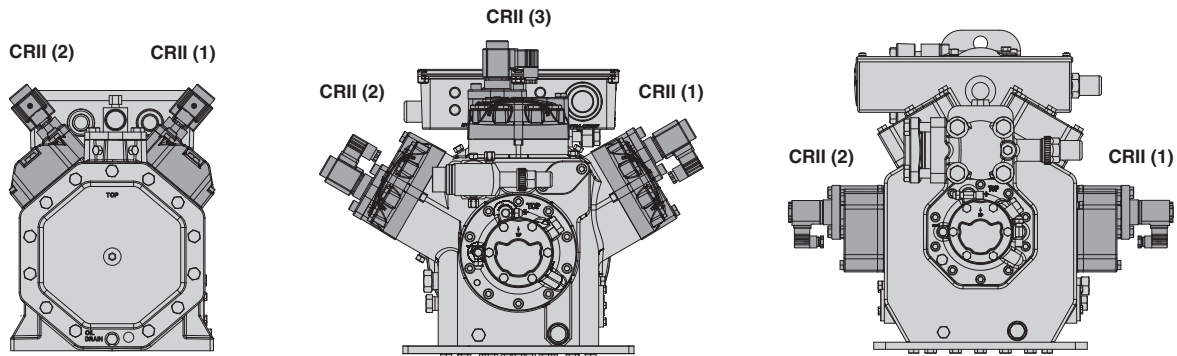

Abb. 5: ECOLINE 4-, 6- und 8-Zylinder-Verdichter mit CRII-System jeweils vollständig ausgerüstet
Montageposition der Ventiloberteile für Leistungsregelung, siehe Abbildung 5, Seite 36.
- Tandemverdichter: Mit Blick auf eine mögliche Grundlastumschaltung sollten beide Verdichtershälften mit der gleichen Anzahl CRII-Zylinderköpfe bestückt werden, siehe Abbildung 5, Seite 36.